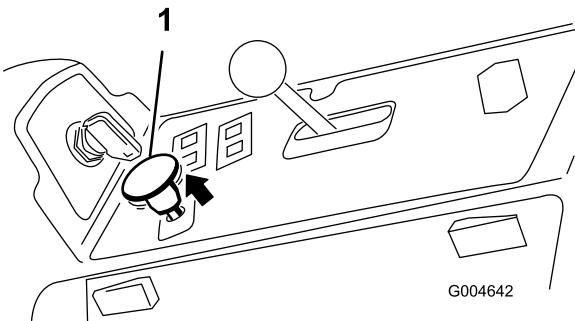

図 20
3. PTO スイッチを引くと PTO が作動を開始する（図 20）。